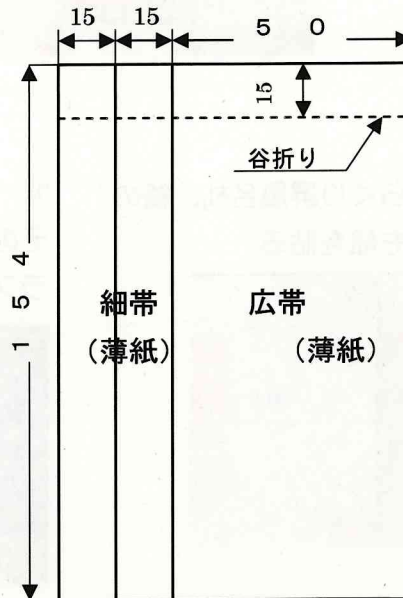

図2
② 廃材薄紙に図2のように作図する。台紙の大きさが 90×60 以外の場合は広幅 C、縦の長さ D を上の図示の様に計算する。
③ 図2のように作図したものを線に沿って 3 枚に切り取る (写真は横向に並べた状態)